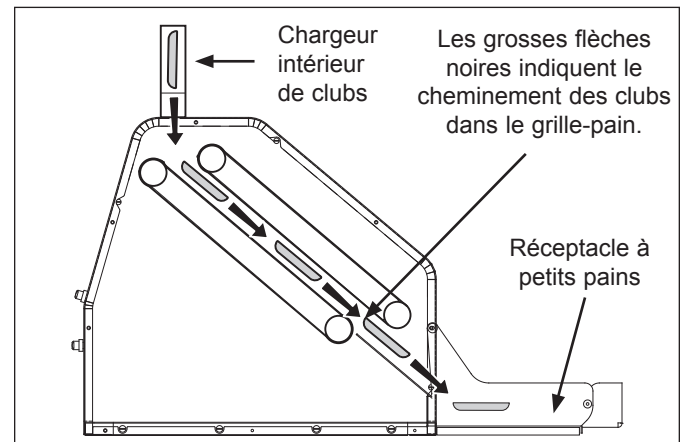

Figure 5. Cheminement des clubs dans le CTX-200L
2. Insérer le club dans le chargeur de petits pains, tel qu'indiqué à la figure 5.